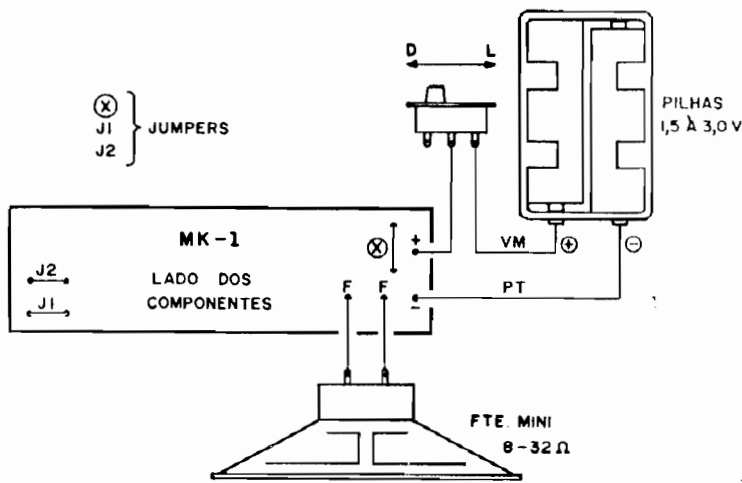

Fig. 4
- FIG. 4 - CONEXÕES EXTERNAS À PLACA (MK1) - Na sua configuração básica, as ligações externas à placa (e o "jumpeamento"...) devem ser feitas de acordo com o diagrama (placa ainda vista pela face não cobreada...). Atenção à polaridade da